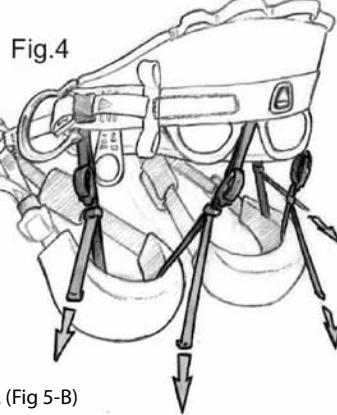

Fig.4
4.2 Ajuster au plus court les quatre élastiques (Fig 4)